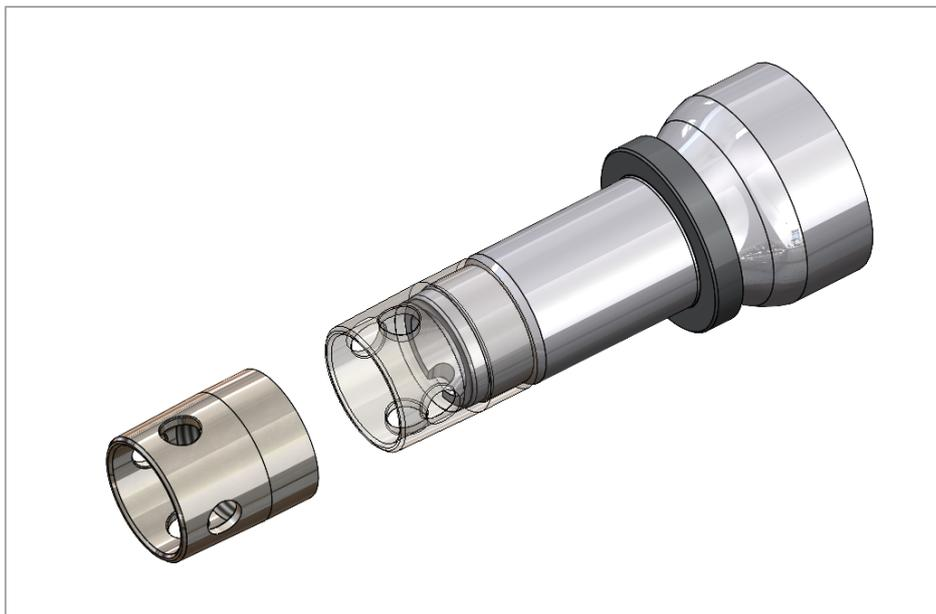

Рис. 7. Установка муфты защиты на резьбу цапфы
1) Установите муфту защиты на резьбу цапфы (рис. 7)